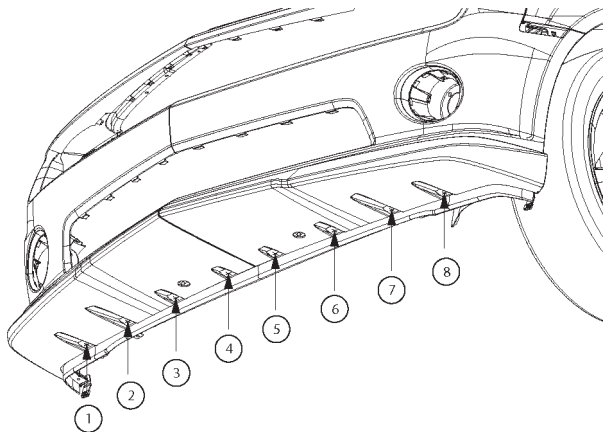

FIGURE 38
15. Utiliser les 8 lignes croisées sur le rebord arrière du revêtement comme guide, percer des trous de 0,64 cm (1/4 po) dans le revêtement et le carénage. Se reporter à la Figure 38.